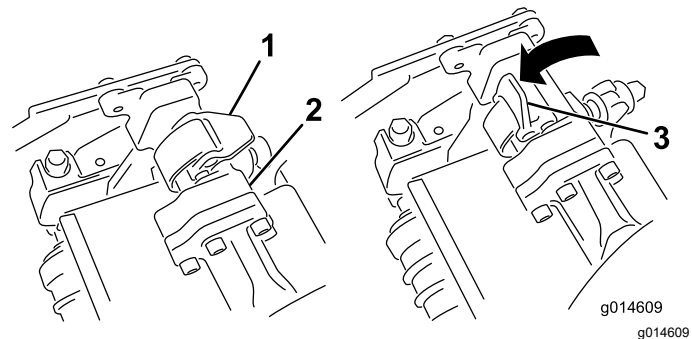
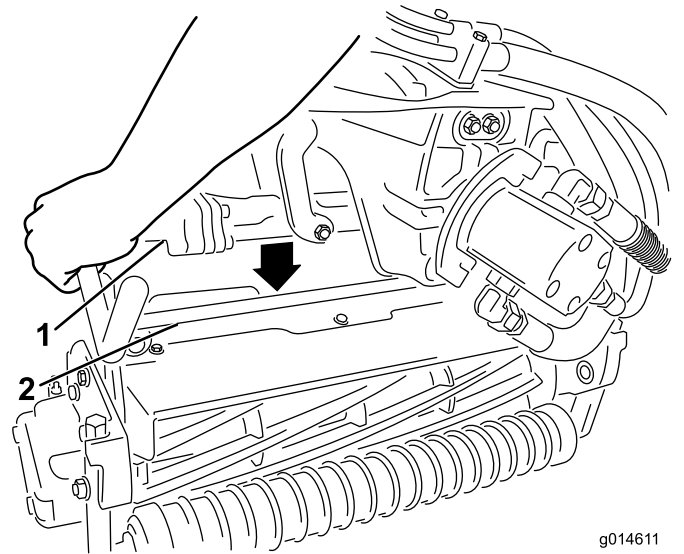

Figura 48
Figura 49
4. Presione los enganches hacia abajo alrededor de la barra de la unidad de corte y bloquéelas (Figura 48).
3. Con los enganches del brazo de suspensión orientados hacia arriba (es decir, abiertos (Figura 48), empuje hacia abajo el brazo de suspensión de modo que la barra encaje en la barra situada en la parte superior de la unidad de corte (Figura 49).
- Abra los enganches de la barra del brazo de suspensión de la unidad de corte que está retirando (Figura 48).